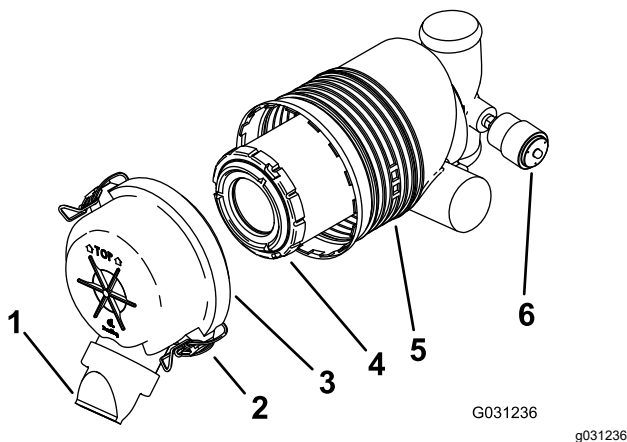

Figure 37
Important: Remplacez le filtre à air uniquement quand l'indicateur de colmatage est rouge (Figure 37). Changer le filtre à air prématurément ne fait qu'accroître le risque de contamination du moteur par des impuretés quand le filtre est déposé.
5. Ouvrez les dispositifs de verrouillage du filtre à air et détachez le couvercle du boîtier du filtre (Figure 37).
- Si l'indicateur de colmatage est transparent, reposez le couvercle du filtre à air, en orientant le capuchon protecteur vers le bas, et fermez les verrous (Figure 37).
- Sortez l'élément filtrant du boîtier du filtre avec précaution (Figure 37).
- Installez l'élément filtrant avec précaution (Figure 37).
- Reposez le couvercle du filtre à air, le capuchon protecteur dirigé vers le bas, et fermez les verrous (Figure 37).